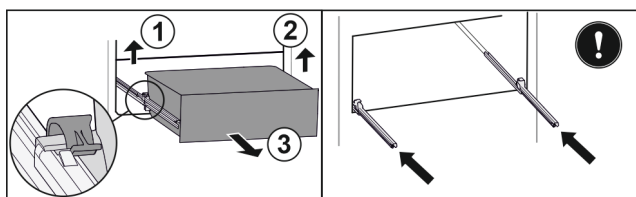

Fig. 39 *
- Повдигнете лявата скоба и едновременно с това изтеглете напред чекмеджето отляво Fig. 39 (1)*
- Повдигнете дясната скоба и едновременно с това изтеглете напред чекмеджето отдясно Fig. 39 (2)*
- Извадете чекмеджето напред Fig. 39 (3)*